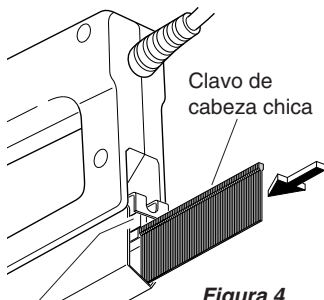

Figura 4
4. Inserte los clavos en el canal de clavos por la parte posterior de la cámara de clavos (vea la Figura 4) Asegúrese que las puntas de los clavos apunten hacia la parte inferior de la herramienta.